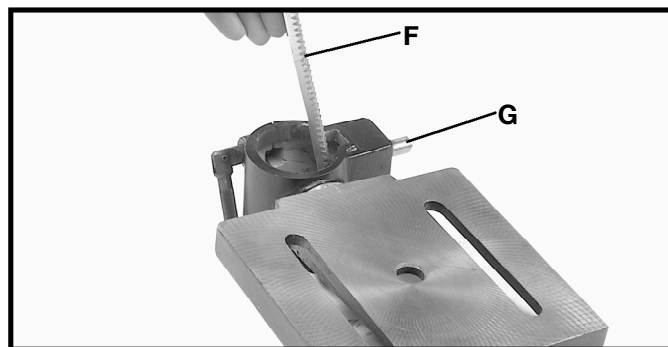

Fig. 6
3. Insérer la crémaillère (F, fig. 6) déposée à l'ÉTAPE 1, dans la rainure du support de la table tout en s'assurant que les dents de la vis sans fin (G), située à l'intérieur u support de la table, sont engagées avec celles de la crémaillère (F).